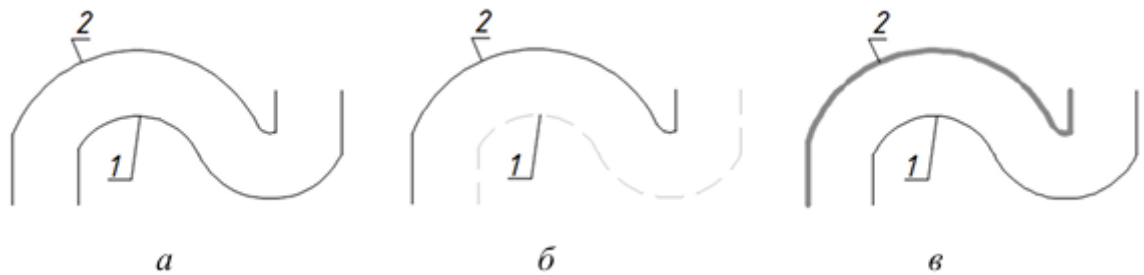

Рисунок 4.3. Варіанти розміщення подібних об'єктів:
5. Побудуйте замкнену полілінію довільної форми (верхня брівка уступу кар'єру). За допомогою команди ПОДІБНІСТЬ (OFFSET) створіть її копію, зміщену назовні на відстань 15 одиниць (підшва уступу, рис. 4.3).